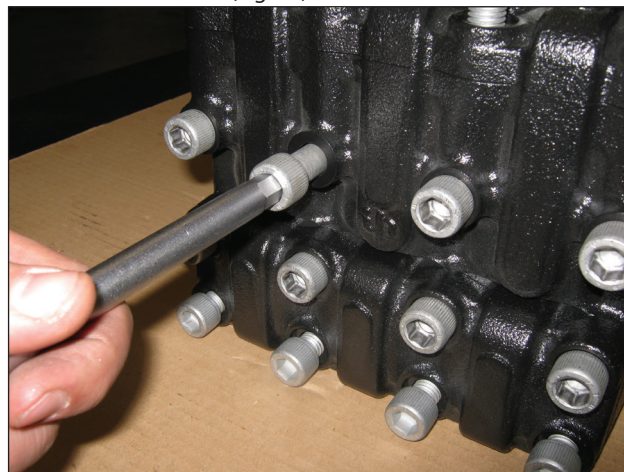

Fig. 24
A) Desenroscar los tornillos de fijación de la cabeza M12x130 como se indica en (Fig. 24).